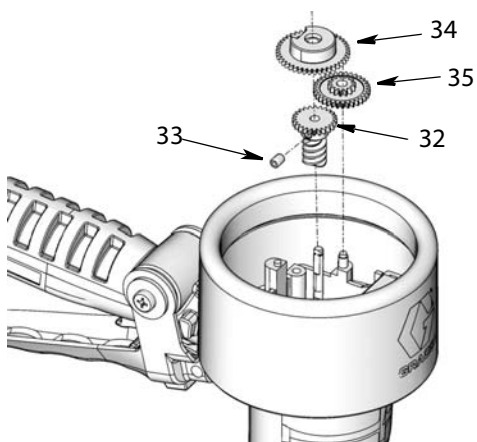

Рис. 21
2. Установите шестеренки (32, 34, 35), как показано на Рис. 21. Используйте торцевой гаечный ключ размером 2 мм, чтобы затянуть зажимный винт шестеренок (33).